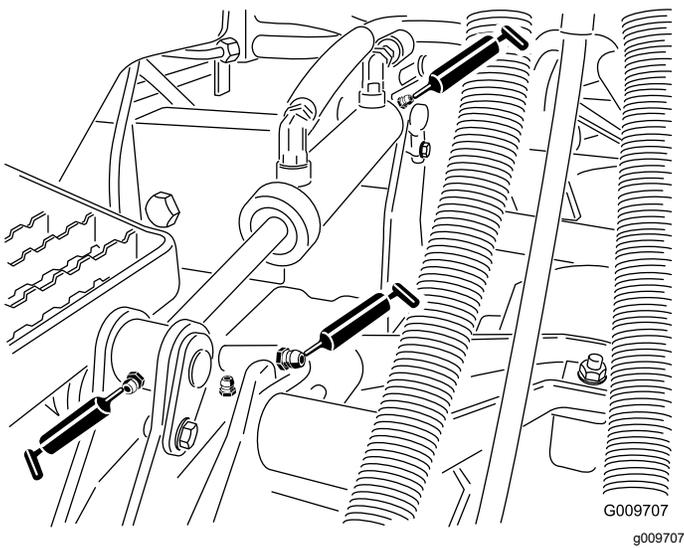

Figure 38
- Bagues de bras de levage (1 par unité de coupe), comme montré à la Figure 38.
- Bagues de vérin de levage (2 par unité de coupe), comme montré à la Figure 38.